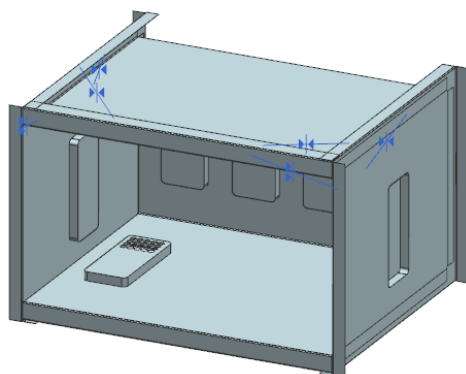

图 11-313 安装内胆左侧板
(6) 同理, 按照上述步骤安装内胆左侧板, 如图 11-313 所示。